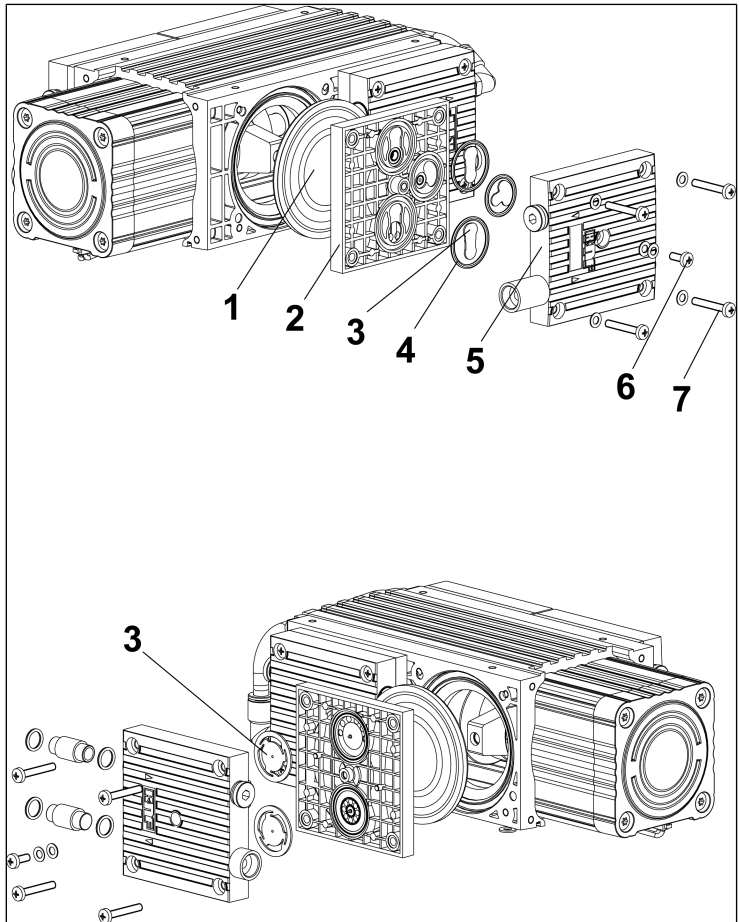

Abb.9: Explosionszeichnung
\*\*siehe Abb. 9
7. Lösen Sie die äußeren 8 Befestigungsschrauben (7/Abb. 9) der Köpfe (1 und 2) und nehmen Sie die Köpfe (1 und 2) ab.
- Setzen Sie die Köpfe 1 und 2 auf das Kompressorgehäuse auf und ziehen Sie die Befestigungsschrauben (7/Abb. 9) über Kreuz handfest an (Anziehdrehmoment: 3,5 Nm).